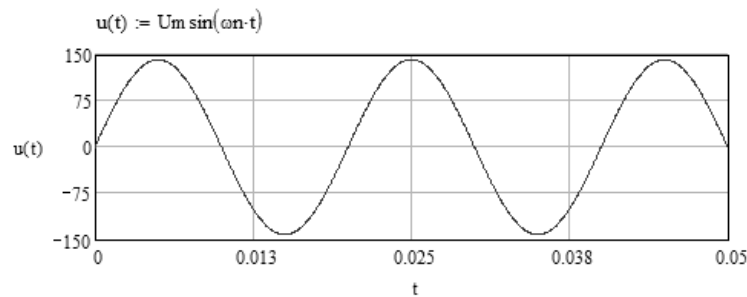

Рис. 5. Напряжение источника питания
7. Собрать схему цепи в EWB рис.5.;